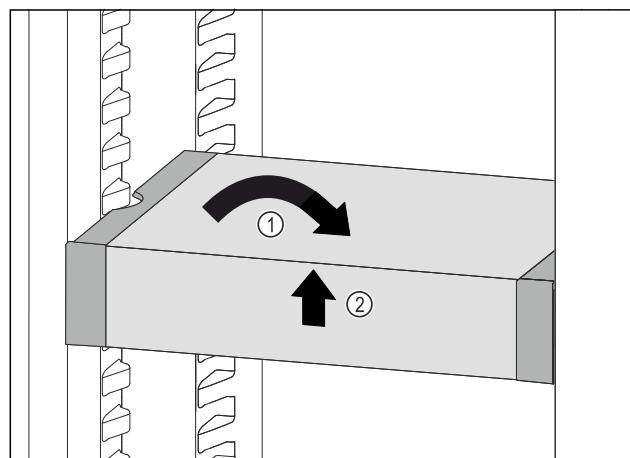

Fig. 46
- Установите VarioSafe прямо. Fig. 46 (1)
- Приподнимите VarioSafe спереди. Fig. 46 (2)